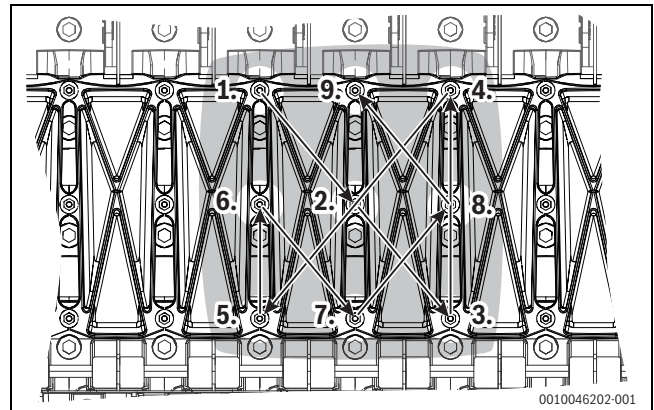

Bild 58 Anzugsschema Reinigungsdeckel
- ▶ Reinigungsdeckel entsprechend dem nachfolgend dargestellten Anzugsschema (1-2-3-4-5-6-7-8-9; → Bild 58) wieder anschrauben (Anzugsmoment: 7 Nm) oder Wärmetauscher nass reinigen.